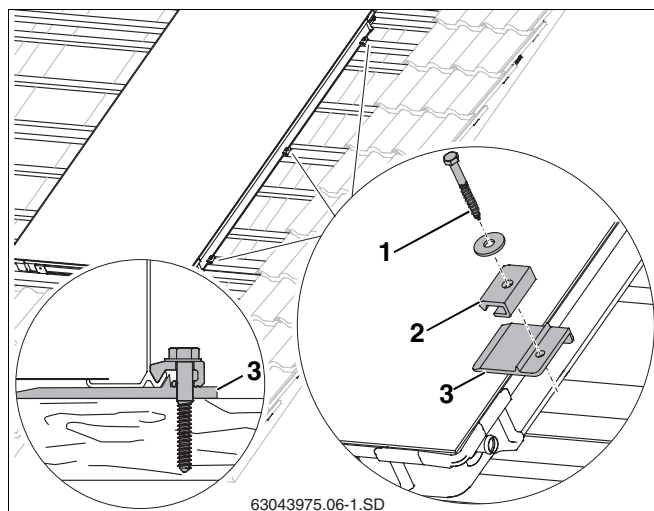

Рис. 23 Укладка и крепление первого коллектора
- Слегка приподнять коллектор и сдвинуть вниз под коллектор правые подкладные пластины (рис. 23, поз. 3) на 2-ой и 3-ей дополнительных рейках, а также в середине коллектора на имеющейся рейке так, чтобы выступ уперся в край коллектора.
- Для винта (рис. 23, поз. 1) нужно заранее просверлить отверстие сверлом 4 мм.
- Закрепить односторонний прижим (рис. 23, поз. 2), установив винт 6×40 (рис. 23, поз. 1) и подкладную шайбу (используйте ключ SW 10).